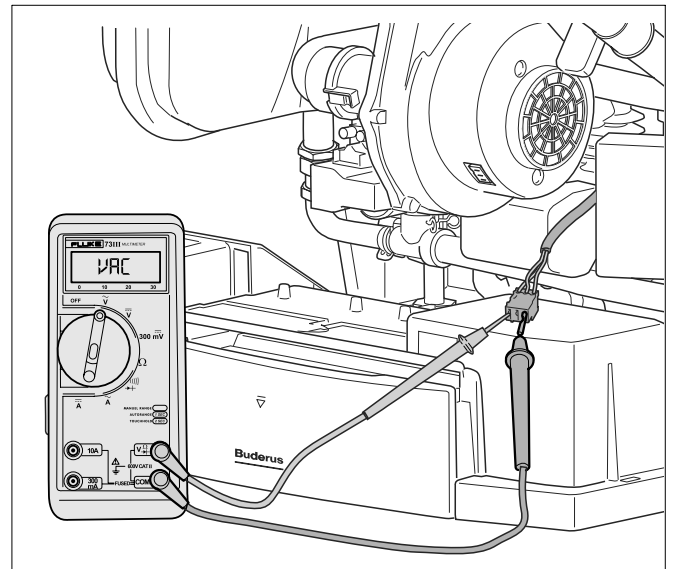

Fig. 9 Verificare la tensiunea de 230 V c.a.
- Conectați aparatul pentru multi-măsurători la cele două contacte externe ale ștecherului (albastru și maro) (vezi Fig. 9).
- Verificați dacă în timpul codului de utilizare  la ambele contacte externe (albastru și maro) ale ștecărului există o tensiune de 230 V c.a. (vezi Fig. 9).